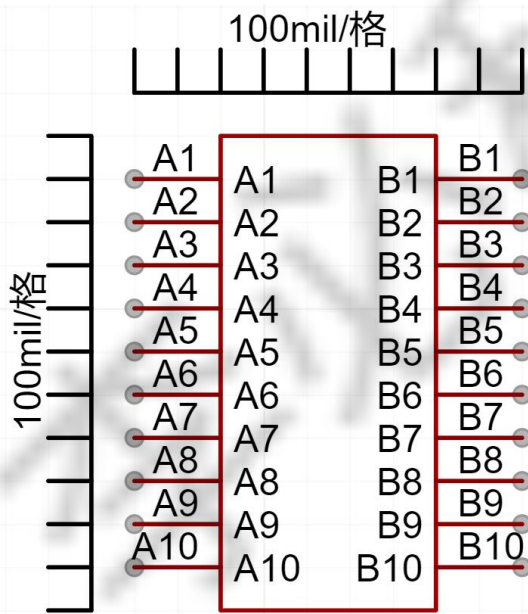

图 1
- 1、在库文件 myLib 中，根据图 1 给出的元件示意图绘制原理图库元件，并命名为 MY_CONN，并在抄画原理图中调用，（注：单位为 mil）